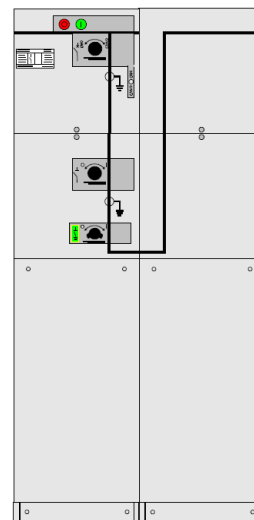

Рис. 19. Модуль для секціонування розподільних пристроїв з секційним вакуумним відмикачем
**Модуль Sv.** Цей модуль, як і модуль Sl, дозволяє здійснити секціонування розподільного пристрою, але в ньому у якості секційного комутаційного апарата застосовується вакуумний відмикач (circuit-breaker). Модуль Sv міститься у двох базових комірках (рис. 19) і може застосовуватися в одному блоці з іншими модулями, а також у вигляді окремого блоку.